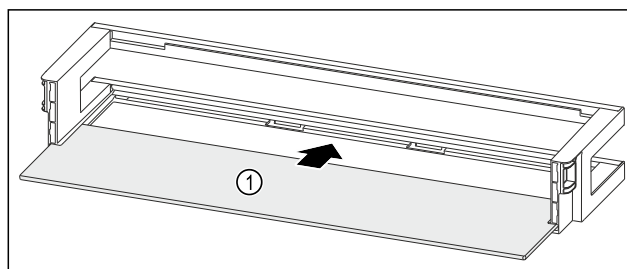

Fig. 240 Dveřní přihrádka s odkládací plochou
- ▶ Odkládací plochu Fig. 240 (1) zasuňte do bočních vybrání.